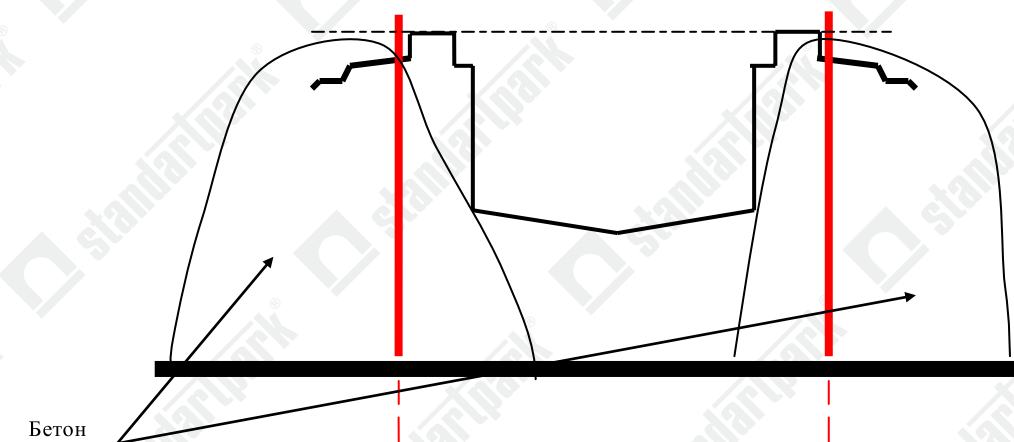

рис. 3
11. В местах установки арматуры провести «заморозку» путем местной подливки бетона, так чтобы зафиксировать вертикальную арматуру и закладные лотка (см. рис. 3).